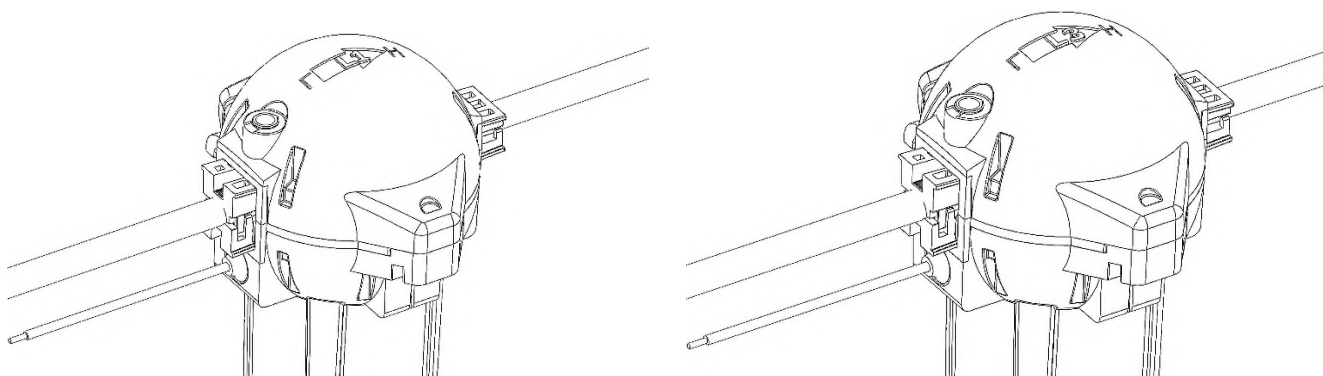

Рис. 14 – Установка блоков БИ 1, БИ 2 на линию ВЛ.
3.3. Выполнить установку на фазные провода (L1 и L3) ВЛ блоков измерительных БИ 1 и БИ 2 соответственно (рис. 14). Для этого выполнить действия, аналогичные описанным для соединительного блока в п.3.1 данного раздела.